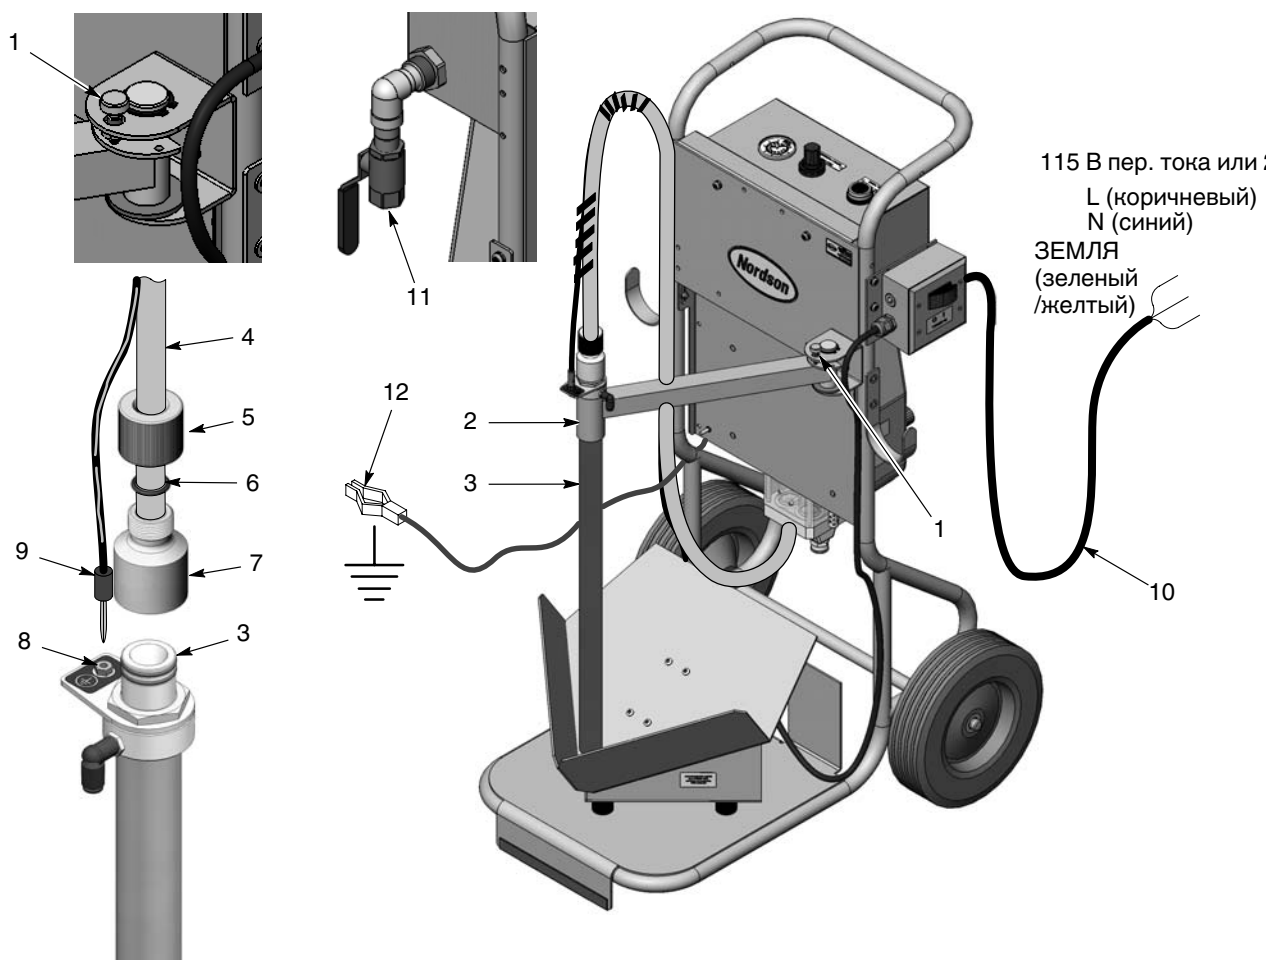

Рис. 2 Монтаж
2. См. рис. 2. Вытянуть стопорный штифт (1) и отвести штангу всасывающей трубки (2). Отпустить стопорный штифт и зафиксировать штангу.
3. Вставить всасывающую трубку (3) в кольцо на конце штанги.
4. Подсоединить 16-мм транспортирующий шланг (4) к переходнику всасывающей трубки.
5. Вставить провод заземления (9) в гнездо заземления (8) на всасывающей трубке.
6. Подсоединить три провода электрического кабеля (10) к трехштыревой электрической вилке или электрической панели. Электропитание, подаваемое на систему, должно соответствовать номинальному напряжению вибрационного электродвигателя.
7. Подсоединить источник сжатого воздуха к шаровому крану $1/2$ NPT (11).
8. Подсоединить зажим провода заземления (12) к технологической земле.